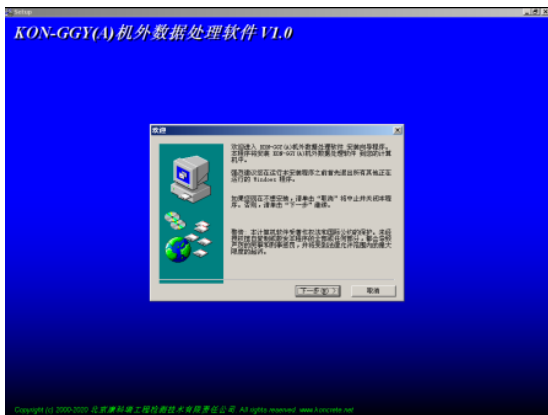
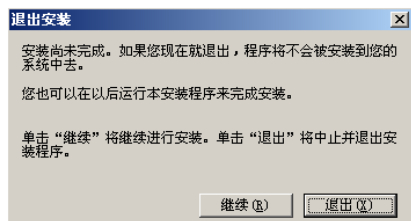
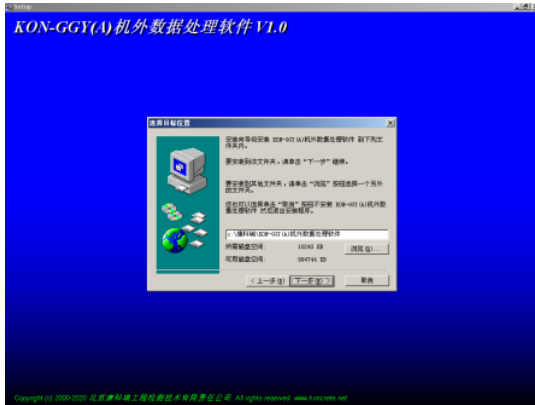

图 5-1
图 5-2
图 5-3
在检测过程中为了避开纵筋的影响，使得仪器对环筋的检测更加精确，先找出纵筋的位置，具体操作如下：可以不设钢筋直径，螺距和测距，直接使用默认值，按确定键后沿混凝土管垂直纵筋方向移动探头，如图 5-1 中箭头 A 所示。检测出两根纵筋后，在两纵筋中间画出一条平行于纵筋的线作为测试线。
- 1、打开安装光盘,双击“康科瑞混凝土管钢筋位置测定仪数据处理软件”文件夹中的“Setup”图标,计算机先复制文件,复制结束后则会出现如图 5-1 的安装界面。点击 **下一步** 则进入下一步安装界面,点击 **取消** 则出现退出软件安装界面(如图 5-2),点击图 5-2 中的 **继续** 返回图 5-1 的安装界面,点击 **退出** 则软件退出安装。
- 2、如图 5-3 安装界面，在此界面点击**浏览**可以更改程序的安装路径，点击**下一步**开始安装，点击**上一步**则返回图 5-1 界面，点击**取消**则返回图 5-2 界面。